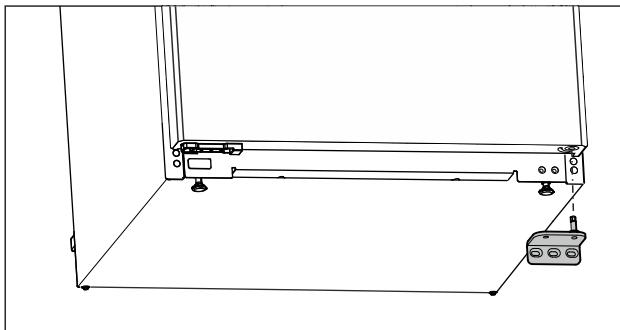

Fig. 11
- Odrobite ložiskovú konzolu smerom nadol. (pozri Fig. 11)